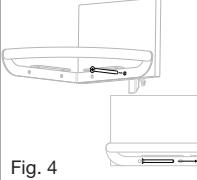

Fig. 4
13. Mientras sostiene el reborde y aplica presión a la barra tirando de ella hacia afuera, introduzca un tornillo maquinado de 3" en el agujero central del reborde. Despues alinee el tornillo para metales con el inserto roscado en la barra, y apriete lo suficiente para mantener la barra derecha. **NO APRIETE POR COMPLETO. (Fig. 4)**